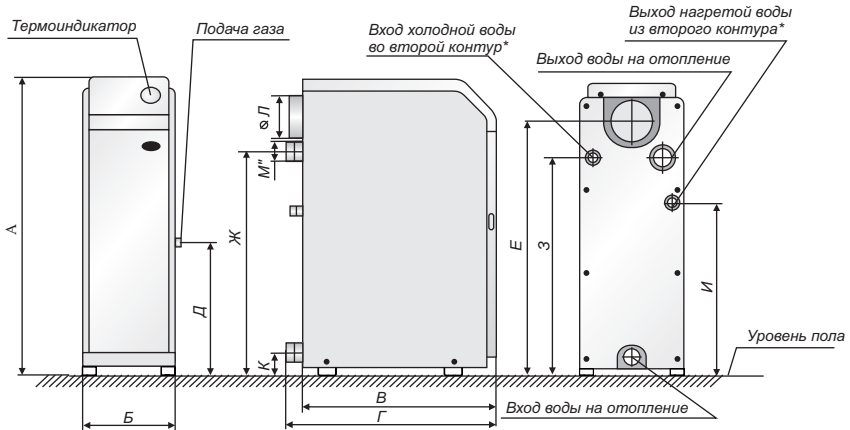
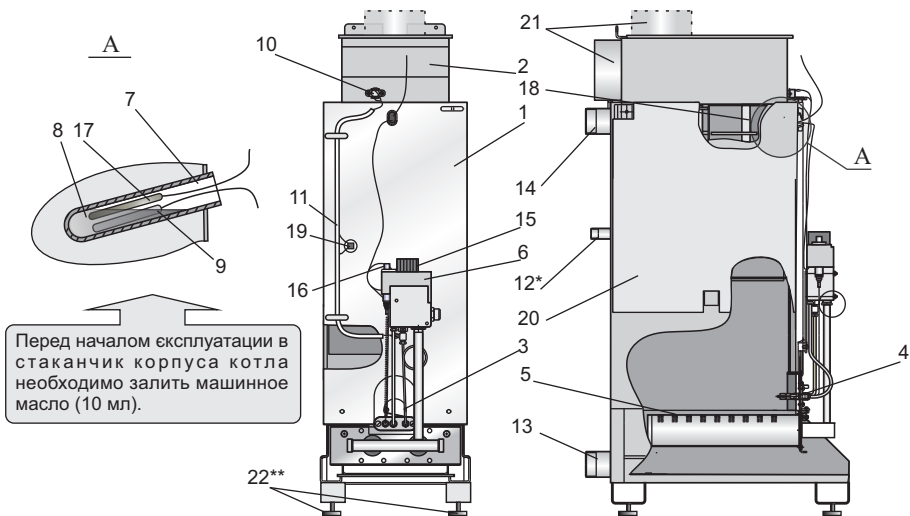

Рис. 1. Общий вид котла "Житомир-3"
Рис. 2. Схема конструкции котла "Житомир-3"
5.1. Котёл (рис.1) выполнен в виде напольного шкафа прямоугольной формы, лицевая сторона которого закрыта дверкой, обеспечивающей доступ для запуска котла и управления его работой.
Котёл состоит из следующих основных частей: корпуса котла (поз.1 рис.2), который состоит из топки и теплообменника. В теплообменнике котла установлены турбулизаторы поз. 18 для наиболее полного отбора тепла при сжигании природного газа и передачи его теплоносителю; газохода (поз. 2); горелок: основной (поз.5) и запальной (поз.4); автоматики безопасности с газовым клапаном поз.6; патрубков подвода (поз.13) и отвода теплоносителя (поз.14). В котлах с встроенным водонагревателем предусмотрены присоединительные патрубки (поз.12). На лицевой части корпуса котла расположено смотровое окно (поз.3) для контроля за розжигом и работой котла. В стаканчик (поз.7) установлен баллон термоиндикатора поз.17 и термобаллон (поз.9) газового клапана, служащий для управления его работой. Термостат (датчик тяги) (поз.10) служит для обеспечения его безопасной работы. Для наиболее полного отбора тепла снаружи корпус котла покрыт теплоизоляцией и декоративным стальным кожухом, покрытым порошковой эмалью. В верхней части кожуха котла установлен термоиндикатор для контроля температуры воды в котле, (рис. 1).
6.8. При установке котла в систему отопления с открытым расширительным сосудом установка датчика перегрева (п.19, рис.2) не требуется, при условии, что отказ термостата управления не вызывает опасную ситуацию для пользователя или повреждение котла (ГОСТ Р 51733-2001).
температура теплоносителя соответствует цифре 7 на рукоятке управления. Температуру контролируйте термоиндикатором (рис. 1), регулировку температуры теплоносителя (воды) осуществляет термостат газового клапана через термобаллон (поз.9, рис.2), вставленный в стаканчик корпуса котла (поз.7, рис.2).